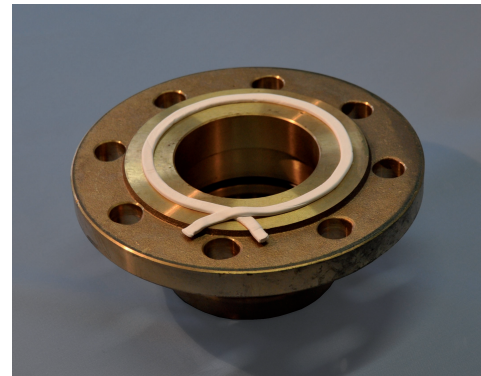

Abbildung 1
- Dichtring durch Überlappen schließen (Abb. 1) und durch Abschneiden von dem Restmaterial trennen.